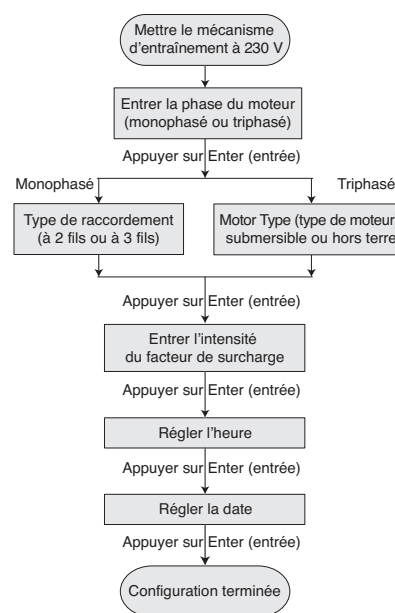

Figure 10 – Guide de configuration de l'Intellidrive
1. Programmer l'Intellidrive : Mettre l'appareil sous tension. Setup Guide (guide de configuration) apparaîtra à l'écran. Suivre la séquence de pression des touches illustrée à la Figure 10.